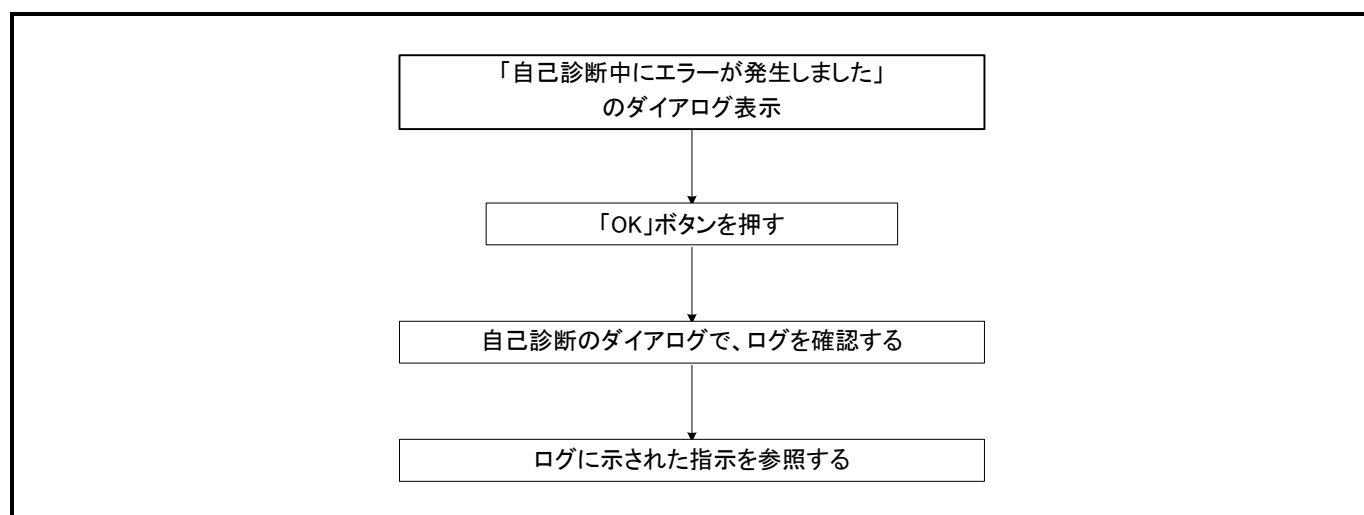

図 6.2 自己診断エラー時の確認フロー
- ① E100エミュレータ本体とMCU Unitの接続を再度ご確認ください。
- ② 正しいファームウェアを再度ダウンロードしてください。
- ③ デバッガソフトの自己診断エラー時のログを確認いただき、ログに示された指示をご参照ください。（図 6.2 参照）